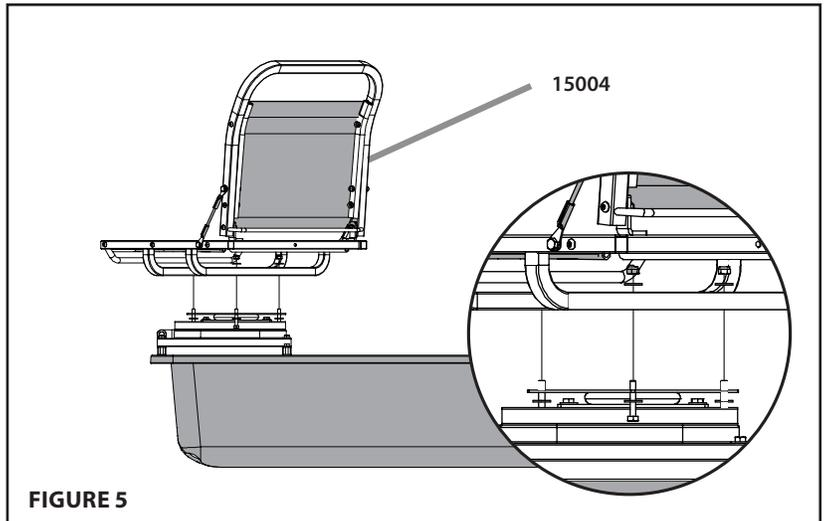

FIGURE 5
5. [**FIGURE 5**]
Attacher le siège Versa (**15004**) à la monture pivotante Versa (**15016**) avec quatre (4) vis de 1/4 - 20 x 1-1/2 (**48240**), quatre (4) écrous Nyloc (**67538**) et huit (8) rondelles de 1/4 po (**48261**). **REMARQUE : Enfiler les vis avec le filetage vers le haut à travers la plaque pivotante et le siège, comme sur la Figure 5.**